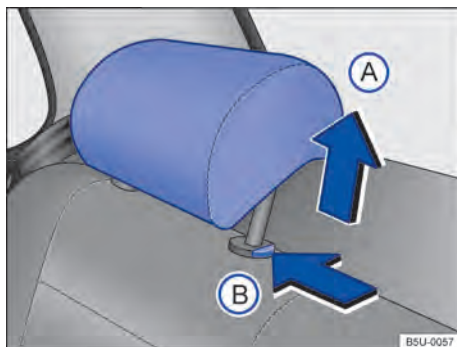

Fig. 62 Apoio para cabeça traseiros: desinstalar.
- Pressionar o botão → Fig. 62 (B) no sentido da seta. Retirar o apoio para cabeça com o botão pressionado.
- Empurrar o apoio para cabeça para baixo com o botão → Fig. 62  pressionado.